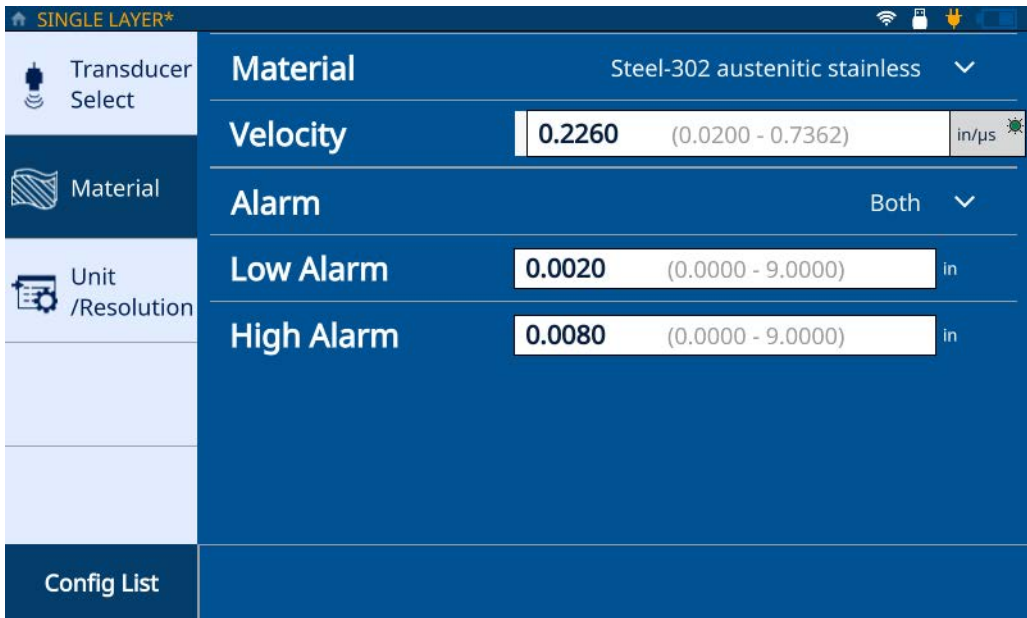

図 2-3 Single Layer Material (単一層材料) タブ
8. **Material (材料)** タブ (15 ページの図 2-3 参照) をクリックし、ドロップダウンリストから材料を選択します。選択した材料に基づいて自動的に音速が更新されます。